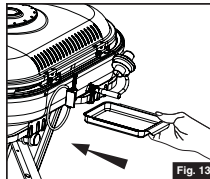

Fig. 13
- Installez le plateau ramasse-gouttes sous la partie inférieure arrière du grill. (Fig. 13)